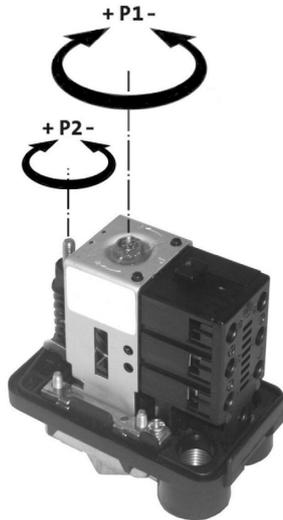

Fig. 6 Capteur de pression
Chaque groupe de surpression est testé en usine et les capteurs de pression sont réglés pour assurer une performance optimale. Pendant installation et la mise en service, il peut être nécessaire d'ajuster les réglages pour optimiser le fonctionnement dans l'installation. Voir fig. 6.
1. Tourner la vis P1 dans le sens des aiguilles d'une montre pour augmenter la pression d'arrêt et dans le sens inverse pour diminuer la pression d'arrêt. Voir fig. 6.
Pour régler la pression différentielle (p_{diff}), tourner la vis P2 dans le sens des aiguilles d'une montre pour augmenter la pression différentielle et dans le sens inverse pour diminuer la pression différentielle. La pression d'arrêt reste inchangée. Voir fig. 6.